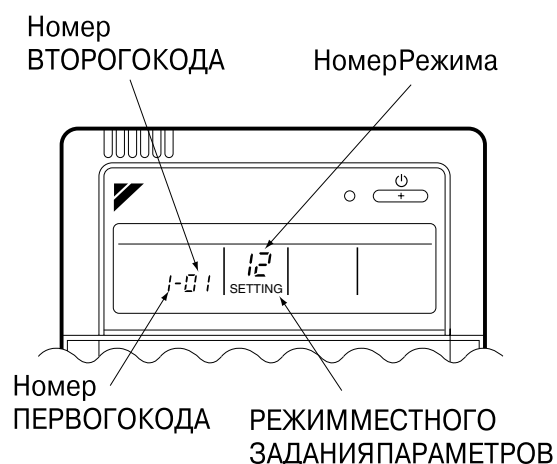

Рис. 29
- После выбора режима задания параметров на месте эксплуатации выберите режим № 12 и установите переключатель номера первого кода в положение “1”. Далее установите переключатель номера второго кода в положение “01” с целью выбора принудительного выключения и в “02” для выбора операции включения/выключения. (на предприятии-изготовителе устанавливается принудительное выключение). (См. рис. 29)